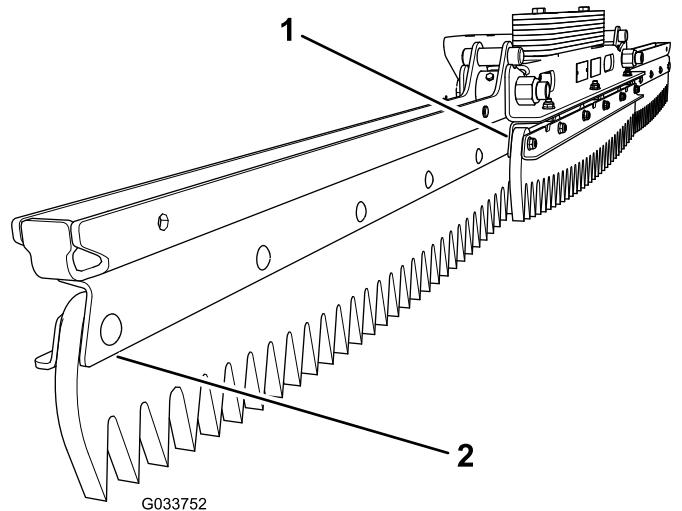

Figura 2
1. Posicione los conjuntos con la placa superior del conjunto central orientada hacia adelante, y la placa superior de cada conjunto lateral orientada hacia atrás (Figura 2)